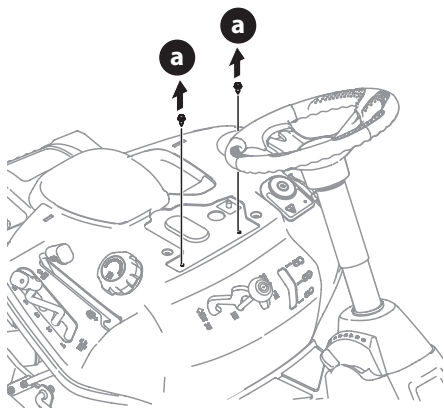

Figura 7
2. Extraiga los dos tornillos autorroscantes (a) instalados en fábrica en el tractor cortacésped (Figura 7).